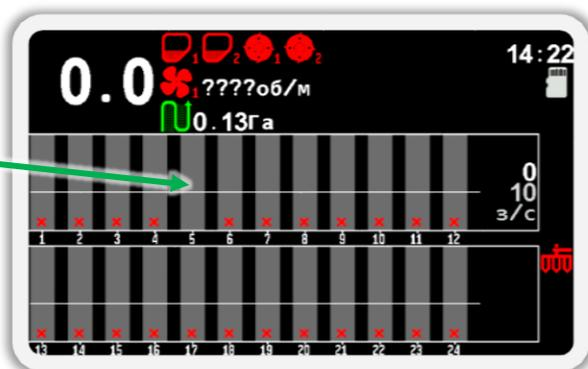

Рисунок 58
6. Убедитесь, что адрес датчика изменился на требуемый. Для этого физически отключите и подключите датчик к жгуту связи. После этого вернитесь на главный экран (см. Рисунок 58). Для этого сначала выйдите из меню «Сервис», а затем закройте меню главного экрана. (используйте кнопку  «Назад»).